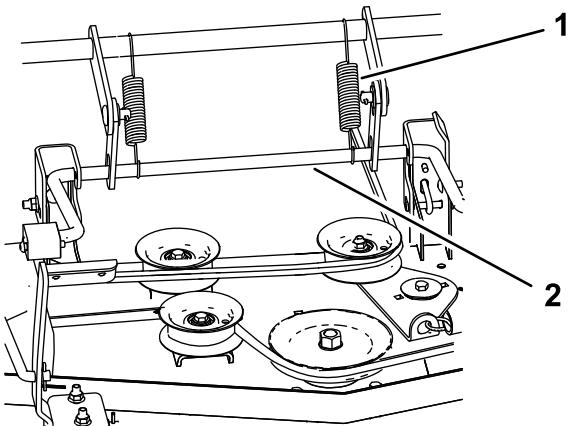

Figura 71
6. Para carcassas de 152 cm (60"), instale los 2 muelles de elevación de la carcasa (Figura 71).